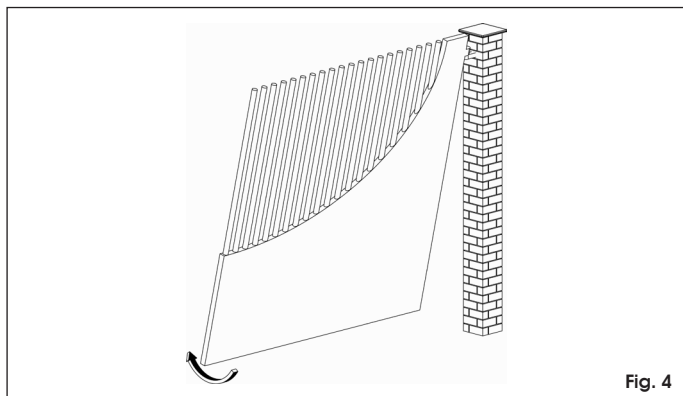

Fig. 4
- ruotare l'anta sull'asse della cerniera superiore (Fig. 4).